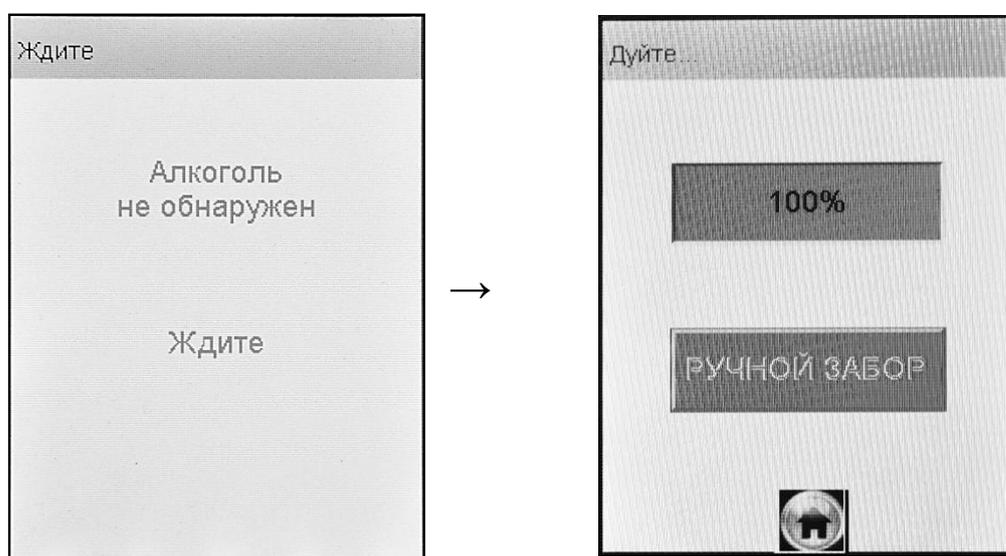

Рисунок 16 – Готовность к отбору пробы
– при положительном результате проверки (при отсутствии этанола и других компонентов), анализатор перейдет в окно готовности к отбору пробы (рисунок 16, справа);
Целесообразно прекратить выдох. Для возобновления процедуры измерения нажмите виртуальную кнопку «Повтор», после перехода анализатора в окно готовности к отбору пробы (рисунок 16, справа) обследуемый может повторить выдох согласно 2.7.11 настоящего РЭ.